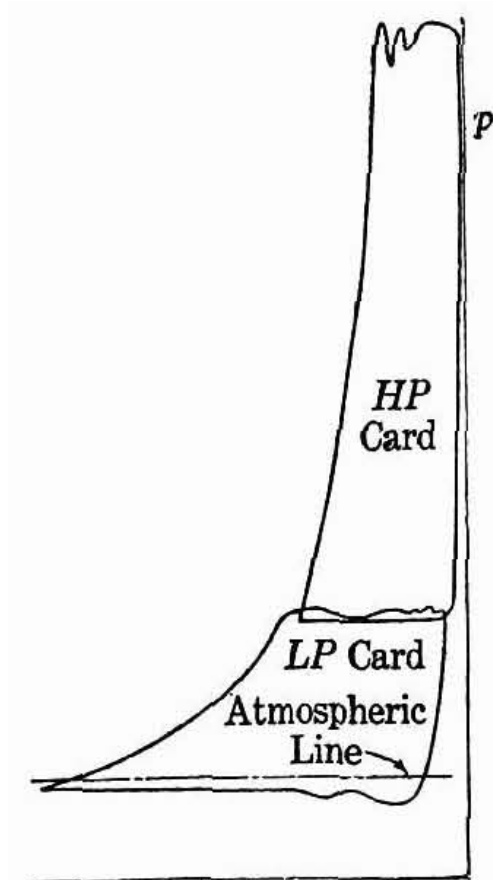

Figura 2.20 Diagrama indicador p-V real, Compresor de dos etapas.
- Los diagramas indicadores reales tomados de un compresor de dos etapas se muestran en la Figura 2.20.